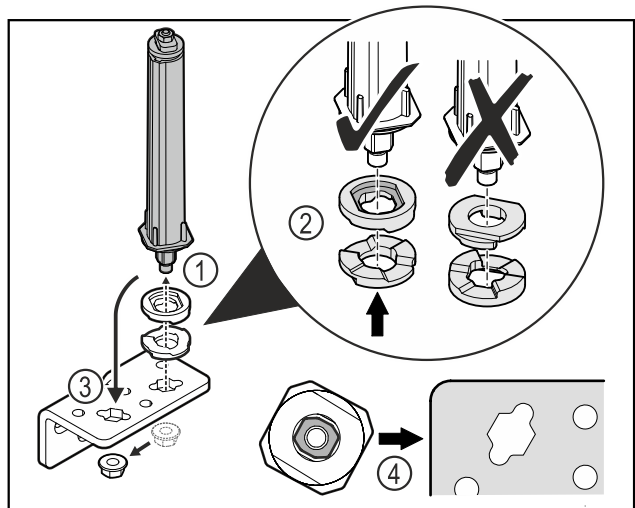

Fig. 35
- ▶ Svitare il dado e rimuovere il sistema di chiusura della porta Fig. 35 (1).
- ▶ Assicurarsi che le rondelle per la regolazione dell'altezza siano rivolte nel verso giusto Fig. 35 (2).
- ▶ Spostare il sistema di chiusura della porta nella cerniera angolare e fissarlo con il dado Fig. 35 (3).
- ▶ Durante l'inserimento del sistema di chiusura della porta assicurarsi che sia rivolto nel verso giusto Fig. 35 (4).